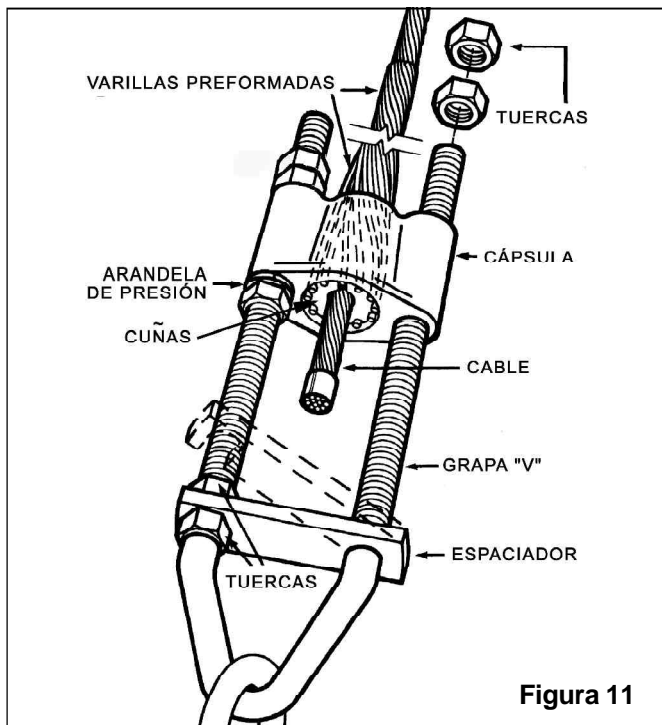
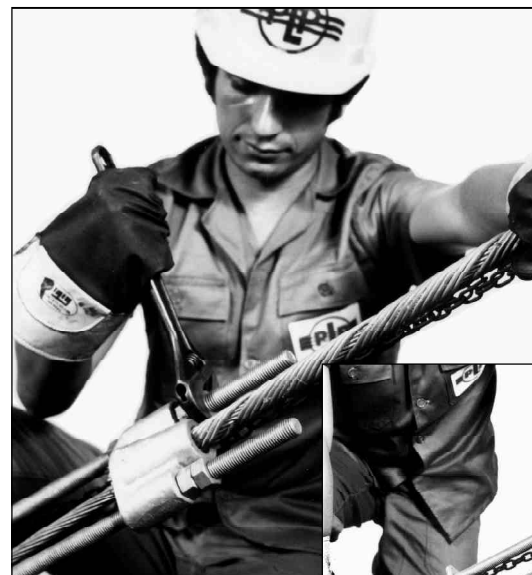

Figura 11
Figura 11a
11. Conjunto Inferior: Coloque la Arandela de Presión, según figura 11 e introduzca la Grapa "V" en la Cápsula. Gire las Tuercas y apriete hasta que la tensión en la cadena del aparejo disminuya, figura 11a. En seguida apriete las Tuercas del Espaciador y remueva la cadena del aparejo, figura 11b.